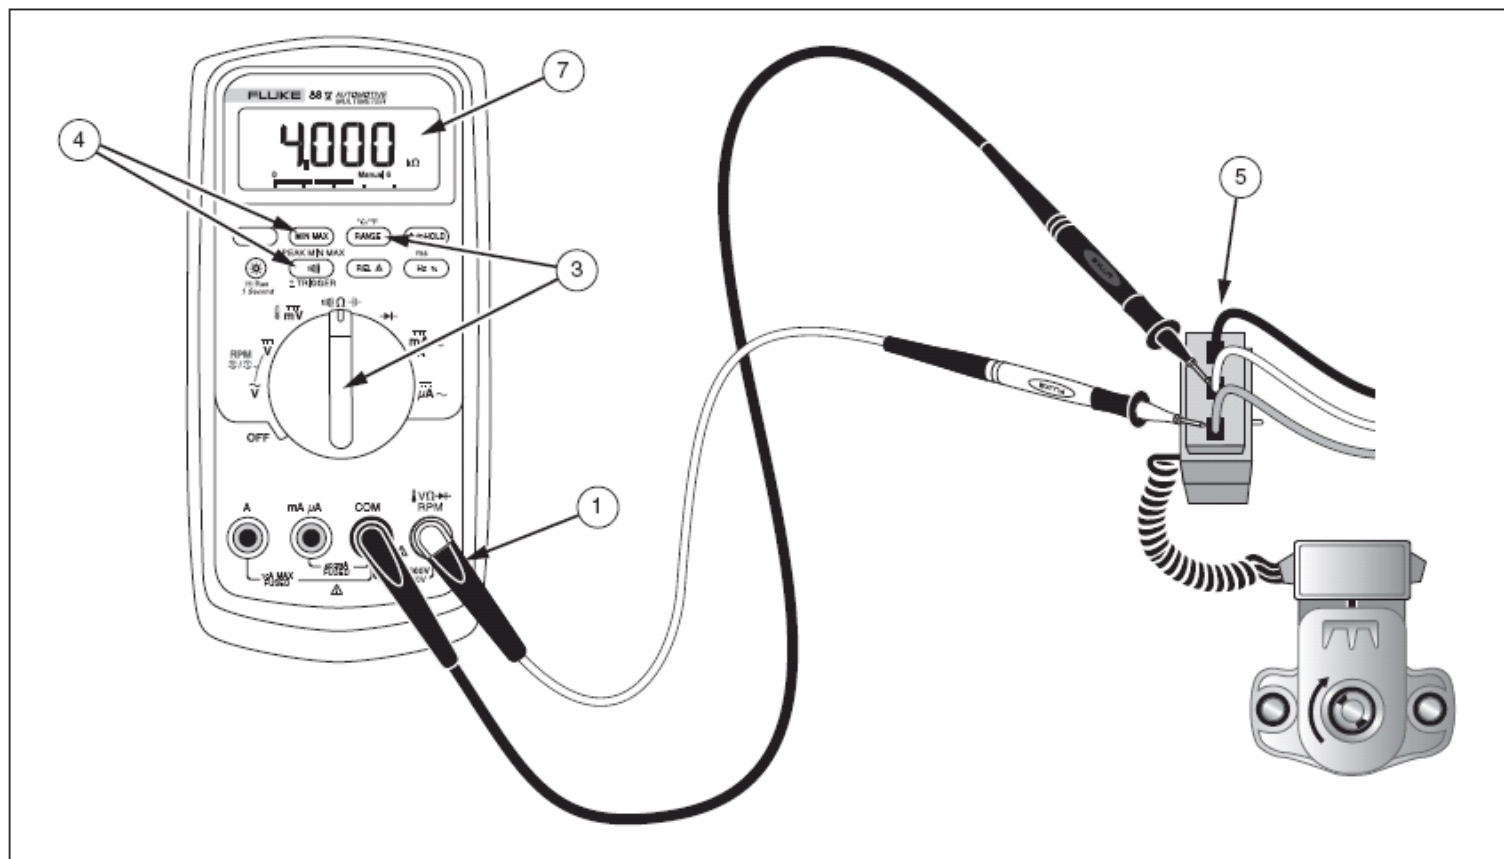

图 16.减速传感器电阻测试
1. 如图 16 所示把测试导线接在输入端子上。
5. 如图 16 所示连接测试导线。
1. 如图 16 所示，把测试导线接在输入端子上。
4. 如图 16 所示连接测试导线